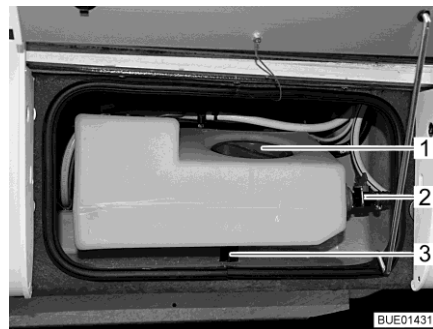
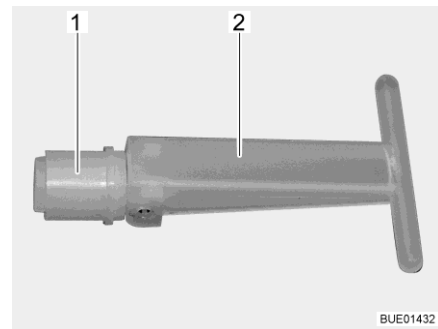

Bild 165 Zusatz-Wassertank
Bild 166 Verschluss-Stopfen
Wenn das Entleerventil (Bild 165,2) offen ist, ist die Füllmenge des Zusatz-Wassertanks auf ca. 30 l begrenzt; überschüssiges Wasser läuft ab. Wenn das Entleerventil geschlossen ist, steht das gesamte Tankvolumen zur Verfügung.
Wenn der Verschluss-Stopfen (Bild 166,1) im Inneren des Zusatz-Wassertanks gezogen wird, fließt das Wasser über den Ablauf (Bild 165,3) ab. Der Verschluss-Stopfen ist durch die Serviceöffnung (Bild 165,1) erreichbar.
- Sicherstellen, dass der Verschluss-Stopfen (Bild 166,1) im Zusatz-Wassertank geschlossen ist (Handgriff (Bild 166,2) ist umgeklappt).
- Sicherstellen, dass das Entleerventil (Bild 165,2) geschlossen ist.
- Serviceöffnung (Bild 165,1) im Zusatz-Wassertank öffnen.
- Durch die Serviceöffnung den Handgriff (Bild 166,2) des Verschluss-Stopfens (Bild 166,1) senkrecht stellen und den Verschluss-Stopfen herausziehen.